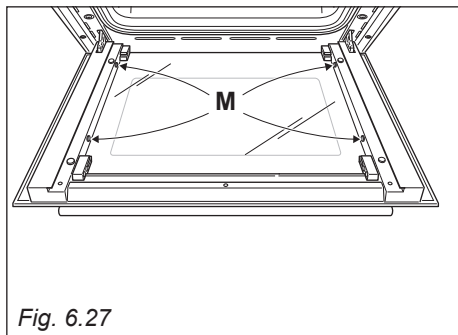

Fig. 6.27
- Verificare che i 4 distanziatori "M" siano nella loro posizione (fig. 6.27).